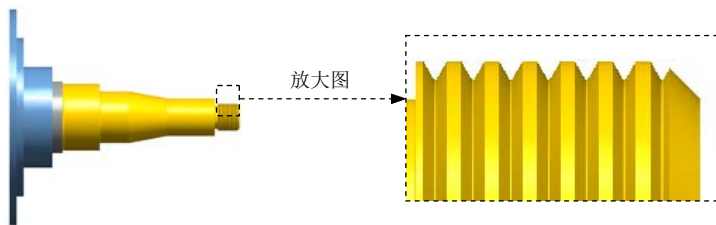

图 13.5.8 仿真结果
(1) 在 **刀具路径管理器** 选项卡中单击 按钮，然后单击“验证已选择的操作”按钮 ，系统弹出“Mastercam Simulator”对话框。
(2) 在“Mastercam Simulator”对话框中单击 按钮，在其下拉菜单中选择 **Collision** 命令，单击 按钮，系统将开始进行实体切削仿真，结果如图 13.5.8 所示，单击 按钮。